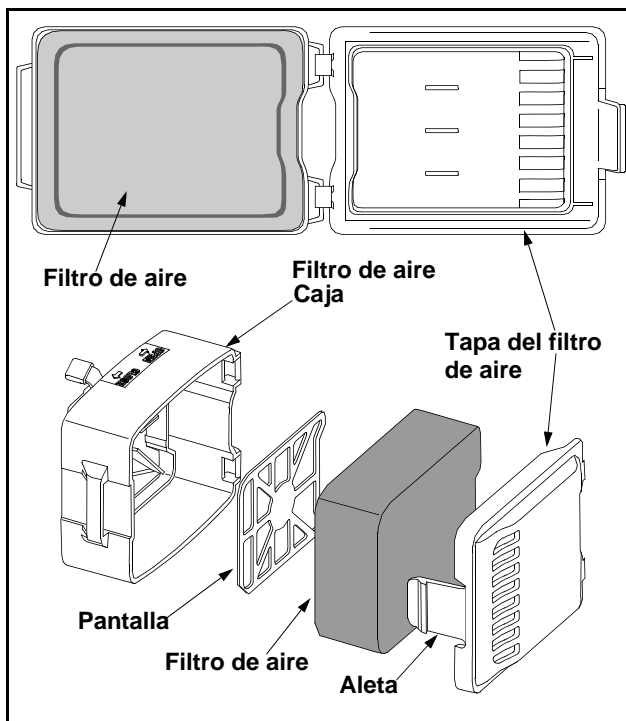

Figura 10
- Abra la tapa del filtro de aire del lado del motor presionando la lengüeta del lado izquierdo hacia adentro y girando la tapa del filtro de aire hacia adentro y hacia afuera. Vea Figura 10.